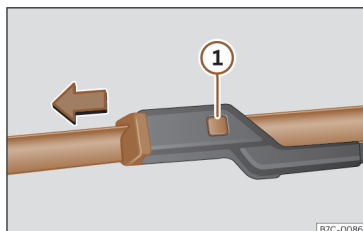

Fig. 163 Sostituzione delle spazzole dei tergicristalli.
- Mantenere premuto il tasto di sblocco >>> **fig. 163**  tirando leggermente la spazzola nel senso della freccia.